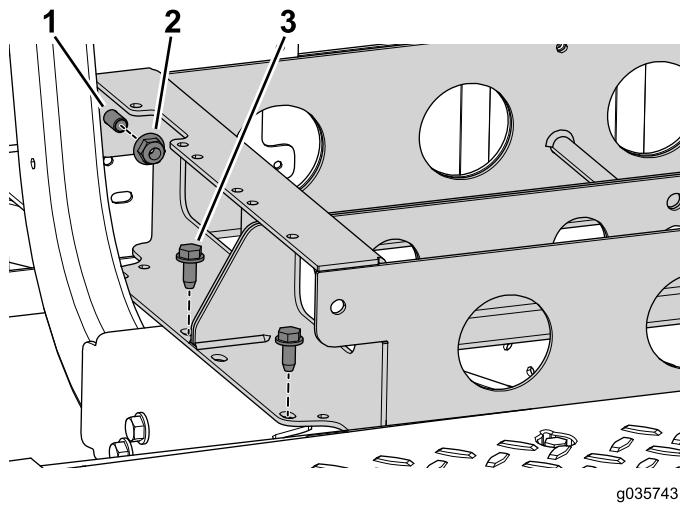

图83
1. 使用 2 个凸缘螺母和螺栓将前、后电池托盘固定到一起 图83。
2. 使用 4 个螺栓  $3/8 \times 1$  英寸将前电池托盘固定到机器 图83。